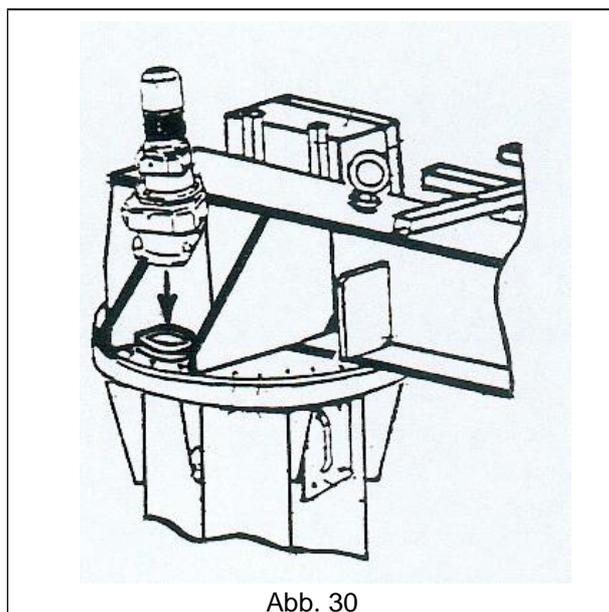

Abb. 30
6. Den Getriebemotor montieren (Schmierung der Ritzelzähne überprüfen). Ihn dazu im vorgesehenen Sitz platzieren und sicherstellen, dass er richtig in seiner am Ausleger verschweißten Zentrierflansch sitzt (Abb. 30). Sollte dieser Vorgang durch die nicht einwandfreie Ausrichtung der Verzahnung von Ritzel und Drehkranz erschwert werden, muss der Ausleger oder der Getriebemotor leicht gedreht werden, bis die Verzahnung einrastet.